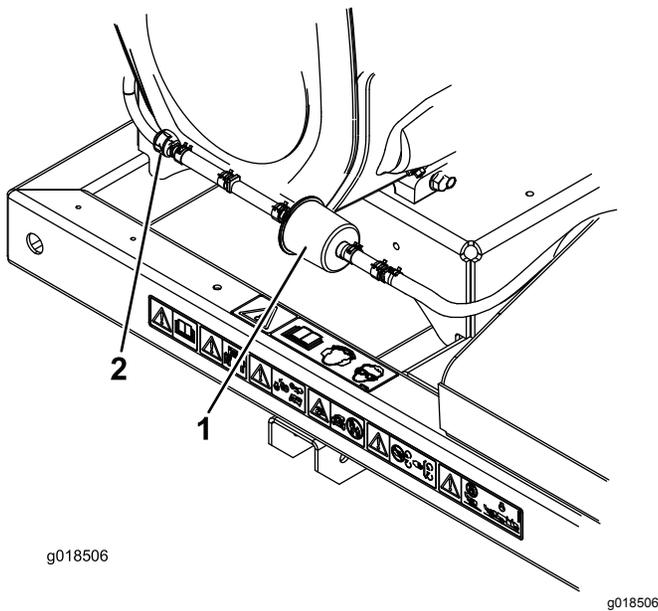

图18
2. 将碳罐净化过滤器两侧的弹簧型软管夹移离过滤器图18。
3. 拆下并丢弃碳过滤器图18。
4. 将新过滤器装入软管使过滤器上的箭头指向单向阀并使用软管夹固定图18。